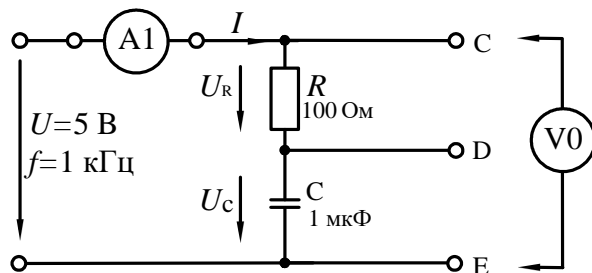

Рисунок 10 –Исследования неразветвленной цепи RC
2.1. Соберите цепь согласно схеме (рис. 10), подсоедините регулируемый источник синусоидального напряжения и установите его параметры:  $U=5$  В,  $f=1$  кГц.